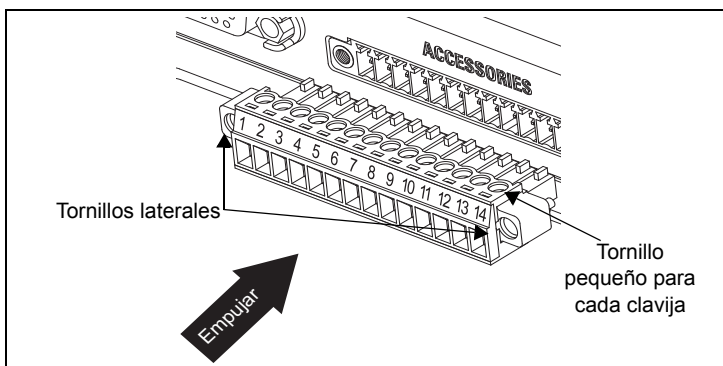

Figura 10. Instalación del conector para accesorios
3. Apriete el tornillo pequeño de cada clavija después de insertar el cable para asegurarse de que está bien sujeto. Consulte la Figura 10.